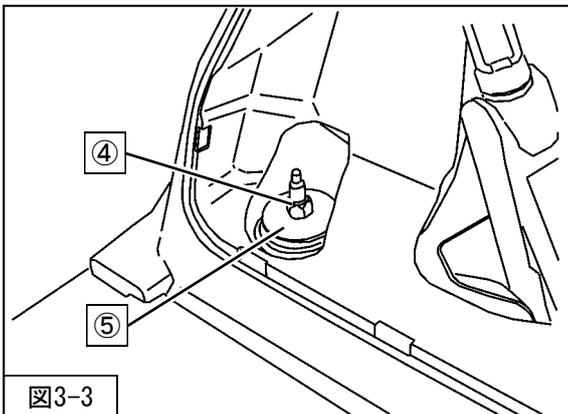

図3-3
6. ④リアショックアブソーバASSYアッパー取付ナット
⑤ショックアブソーバアッパーワッシャを取外してください。(図3-3)